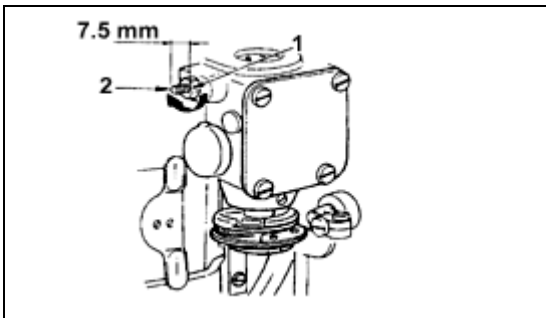

Fig. 28
NOTA: Se o suprimento de óleo para a lançadeira ainda não for suficiente, mesmo quando a válvula de regulagem do fluxo de óleo (1) estiver ajustado para o máximo, afrouxe a porca (1), Fig. 28, e gire o parafuso de regulagem de fluxo de óleo (2) na direção da seta (A).